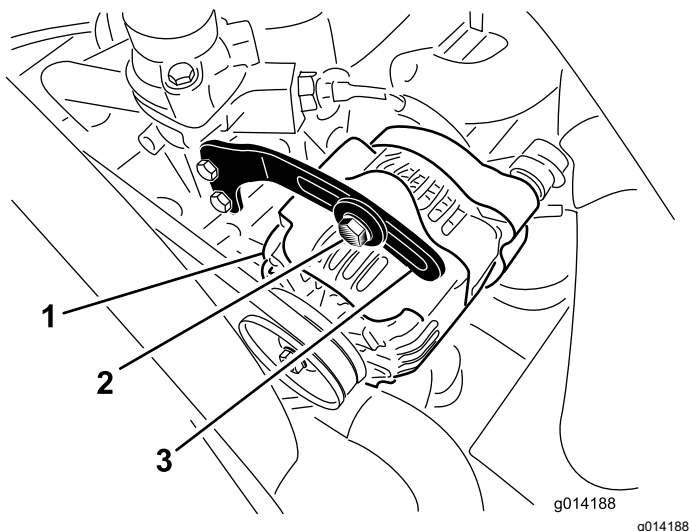

图 48
2. 检查交流发电机皮带张紧力的方法使用 10kg 的力按压交流发电机和曲轴箱皮带轮之间的皮带图 48 中间位置。